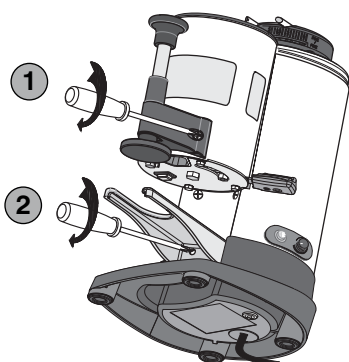

Fig. 11
- 5** Avvitare e stringere bene le viti di fissaggio sia del pressino telescopico (1, Fig. 11) sia della nuova forcella (2, Fig. 11).